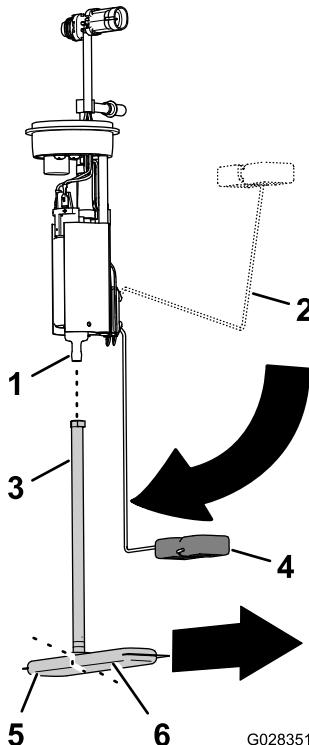

Figure 81
- Détachez du raccord de la pompe à carburant le tube d'aspiration du filtre à carburant (Figure 81).
- Alignez le tube d'aspiration du nouveau filtre à carburant et le raccord de la pompe à carburant (Figure 81).
- Alignez la longue patte du filtre à carburant sur le flotteur quand le bras du flotteur à la position vide (Figure 81).
- Insérez le raccord de la pompe à carburant dans le tube d'aspiration jusqu'à ce que le raccord soit parfaitement engagé (Figure 81).
- Insérez la pompe à carburant/transmetteur dans le goulot du réservoir (Figure 80 et Figure 81).